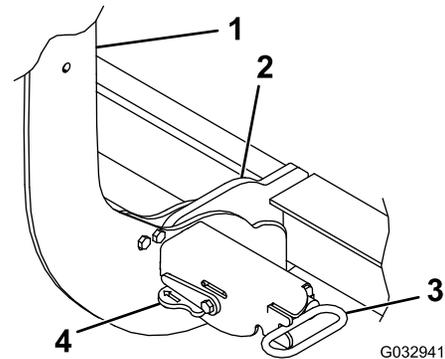

Bild 26
- Stellen Sie die Hebel an den Kupplungen in die EIN-Stellung (Bild 26).
- Stellen Sie sicher, dass beide Kupplungsfederstifte ganz in der Kupplung eingerastet sind (Bild 26).